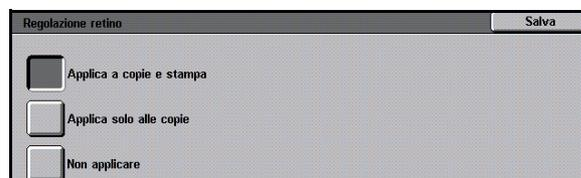

Fig. 51: Schermata Regolazione retino
- Per l'opzione Regolazione retino, selezionare la casella corrispondente all'applicazione appropriata per la regolazione, come illustrato in Fig. 51.